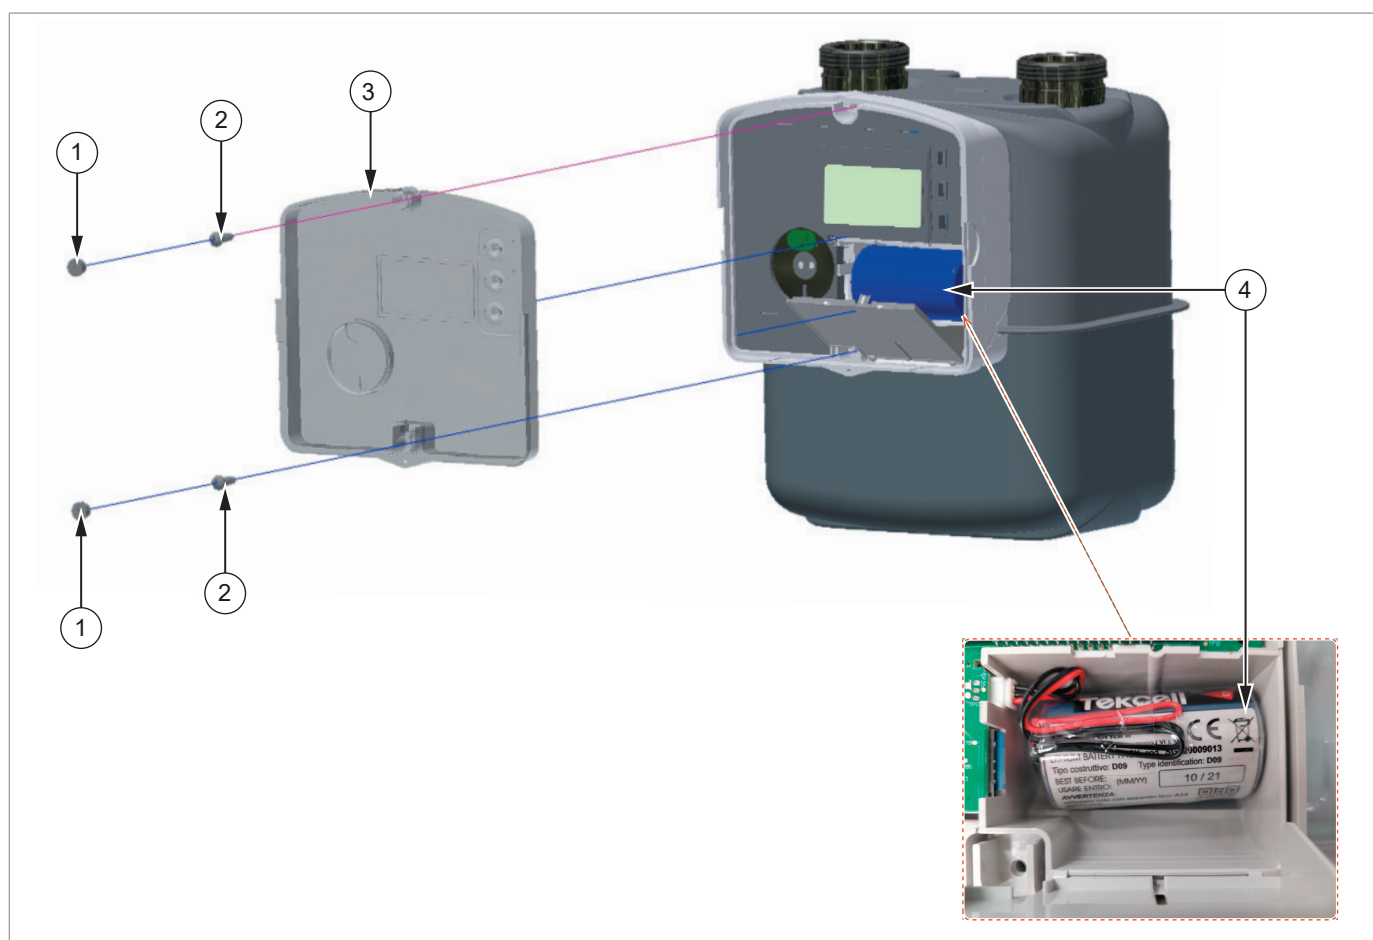

Fig. 11.14. Piezas de repuesto
- una posición indicada en el plano de montaje del equipo (Fig. 11.14);
Referencia a los códigos de pedido de baterías (Pos. 4 - Fig. 11.14) de repuesto: